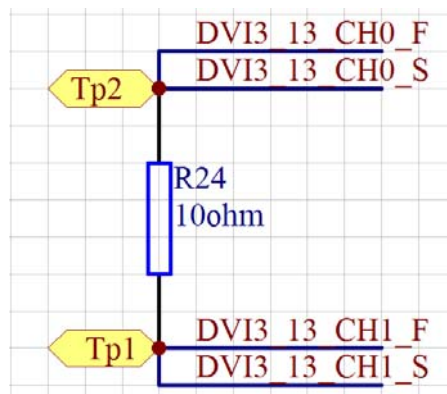

图 10.1 DVI 测试线路图
(1) 示例线路如下图 10.1:
如上图 10.1 所示，将 10 欧姆电阻的两端分别接 dvi3 的 0 通道和 1 通道，可以使用 dvi3 的差分功能，dvi3 的最大电流为 20A，为了体现这一特点，选用阻值较小的电阻，通 1A 的电流，测电阻两端的压差，程序写法与 DVI11 类似。